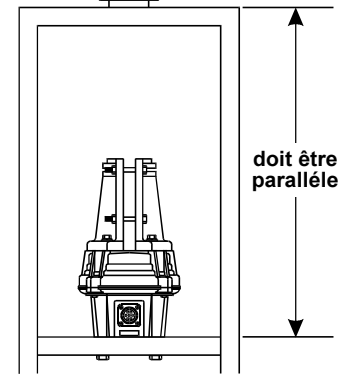

Figure 11
3. Si un roulement de mat (comme le **GS-065** de Yaesu) est utilisé, le mettre en place au dessus de la cage rotor (voir Figure 11) à l'aide de la visserie fournie.